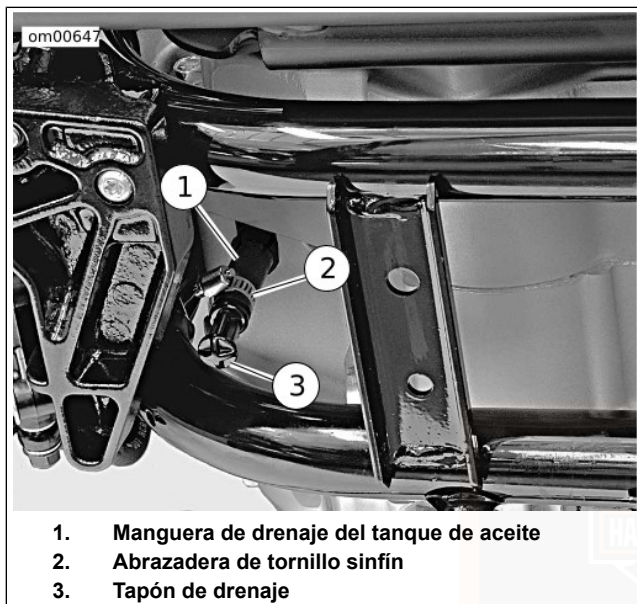

Figura 32. Manguera de drenaje y pieza de soporte del tanque de aceite: modelos Sportster (se muestra el modelo XL)
3. Vea la Figura 32. Coloque un recipiente apropiado directamente debajo de la manguera de drenaje (1) en la parte inferior trasera del cárter del motor. Este recipiente debe tener la capacidad de contener aproximadamente 2,8 L (3 qt).
4. Afloje la abrazadera de tornillo sinfín (2) y tire del tapón de drenaje (3) del extremo de la manguera de drenaje. Drene completamente el aceite de motor del tanque de aceite. No es necesario drenar el cárter del motor.